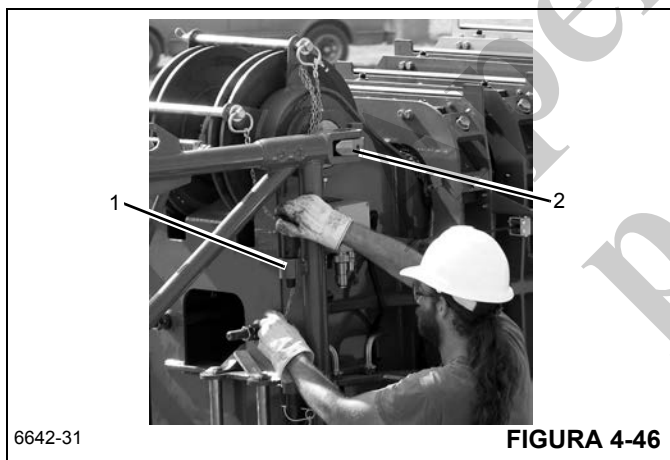

FIGURA 4-46
3. Remova os dois pinos que conectam a extensão da lança ao lado esquerdo de sua extremidade (2, Figura 4-46). Armazene os pinos nos suportes de pinos (1) da extensão da lança e instale os grampos de retenção.